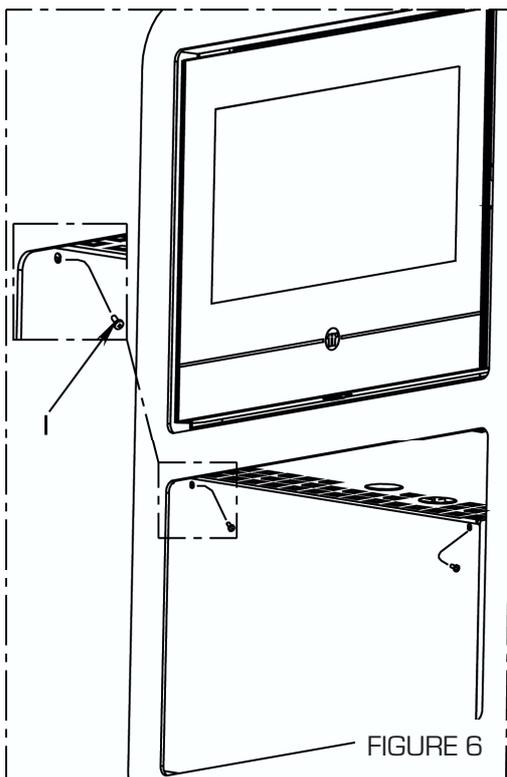

FIGURE 6
- Pousser à fond le revêtement interne du compartiment inférieur (A), et le fixer en utilisant les vis tc+ 3.9x9.5 (Figure 6).